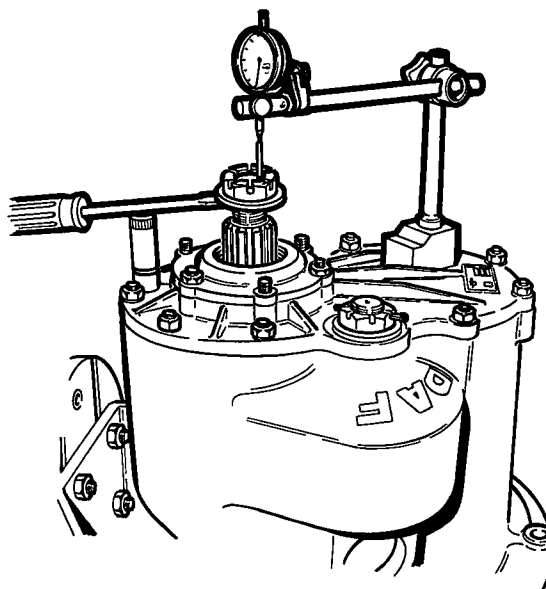

Fig. 14
12. Meet met behulp van een meetklok de axiale speling. Deze moet 0,15—0,20 mm bedragen. Indien de speling te groot is moet de dikte van de vulplaten worden verminderd, indien de speling te klein is moet de dikte van de vulplaten groter worden gemaakt. Breng daarna het kogellager (17) aan (fig. 14).